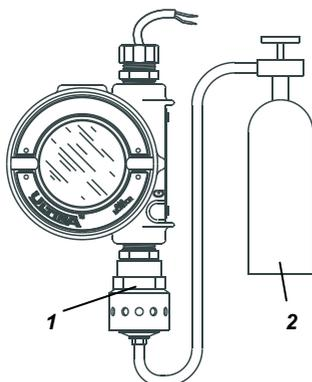

Fig. 9 Configuration du calibrage de gain (appareil ULTIMA présenté)
- (1) Prenez la bouteille de gaz de calibrage et le régulateur de débit.
- (2) Vissez le régulateur de débit sur la partie supérieure de la bouteille de gaz de calibrage
- (3) Placez l'ensemble du tube du kit de calibrage.
- (4) Enfoncez la plus petite extrémité du tube sur l'orifice de sortie du gaz du régulateur de débit et vérifiez que le tuyau couvre complètement l'orifice de sortie de gaz.
- (5) Lorsque vous utilisez :
- Cal Kit 40 se branche sur l'autre extrémité du tuyau sur l'orifice d'entrée de capot de protection (→ Fig. 9).